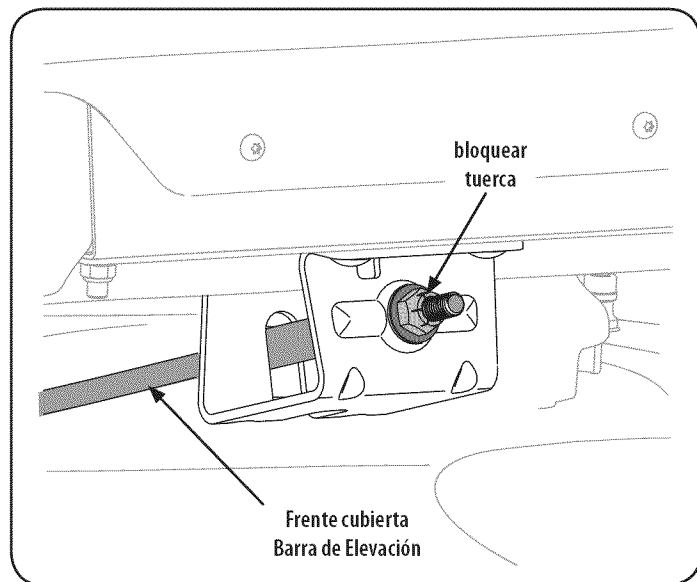

Figura 25
- Con una llave, levante o baje la parte delantera de la cubierta girando la tuerca en la varilla de elevación de la plataforma delantera. Ver Figura 25.